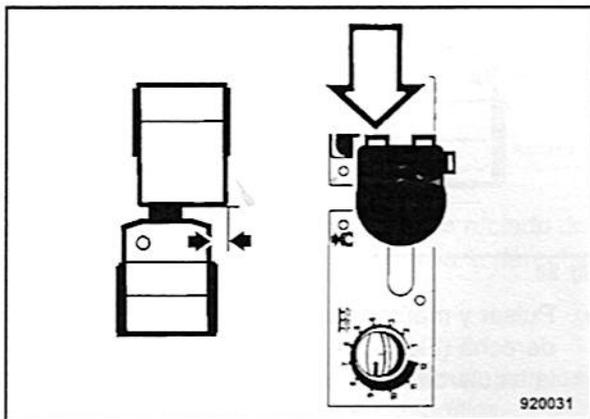

Fig. 86
- Pulsar y mantener pulsado el pulsador de la izquierda (Fig. 86) en la palanca de marcha de la izquierda.